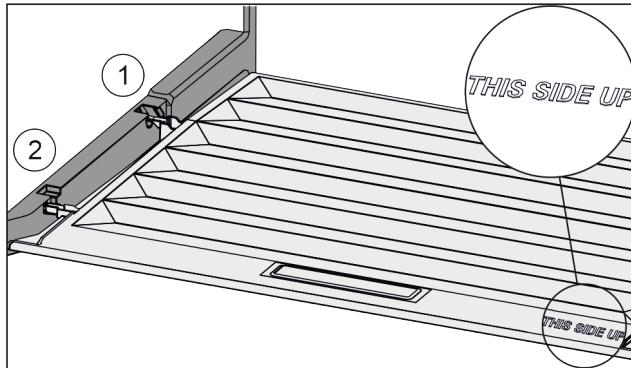

Fig. 132
- Robova predala vstavite nad odprtino zadnjega držala Fig. 132 (1), spredaj pa ju zataknite v držalo Fig. 132 (2).